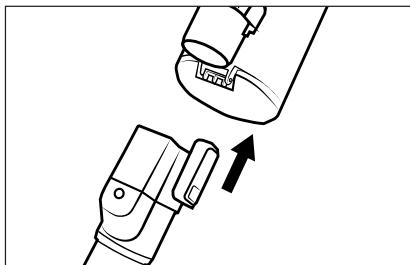

Fig. 1
- 1) Monte el tubo de aspiración 23 en el aparato hasta que encastre audiblemente con un chasquido (consulte la fig. 1).